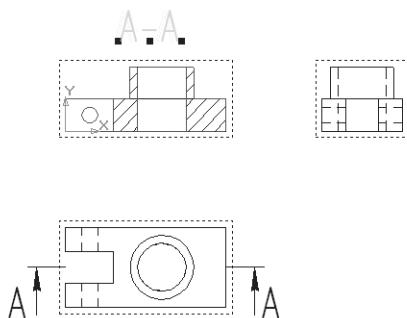

Рис. 327
- щелчком ЛКМ выделите обозначение разреза А-А и, удерживая ЛКМ за маркеры, переместите его таким образом, чтобы текст был расположен непосредственно над разрезом (рис. 327). Снимите выделение;